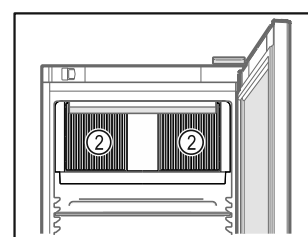

Fig. 31
- Ne pas obstruer les fentes d'aération Fig. 31 (2) du ventilateur de circulation d'air à l'intérieur de l'appareil.